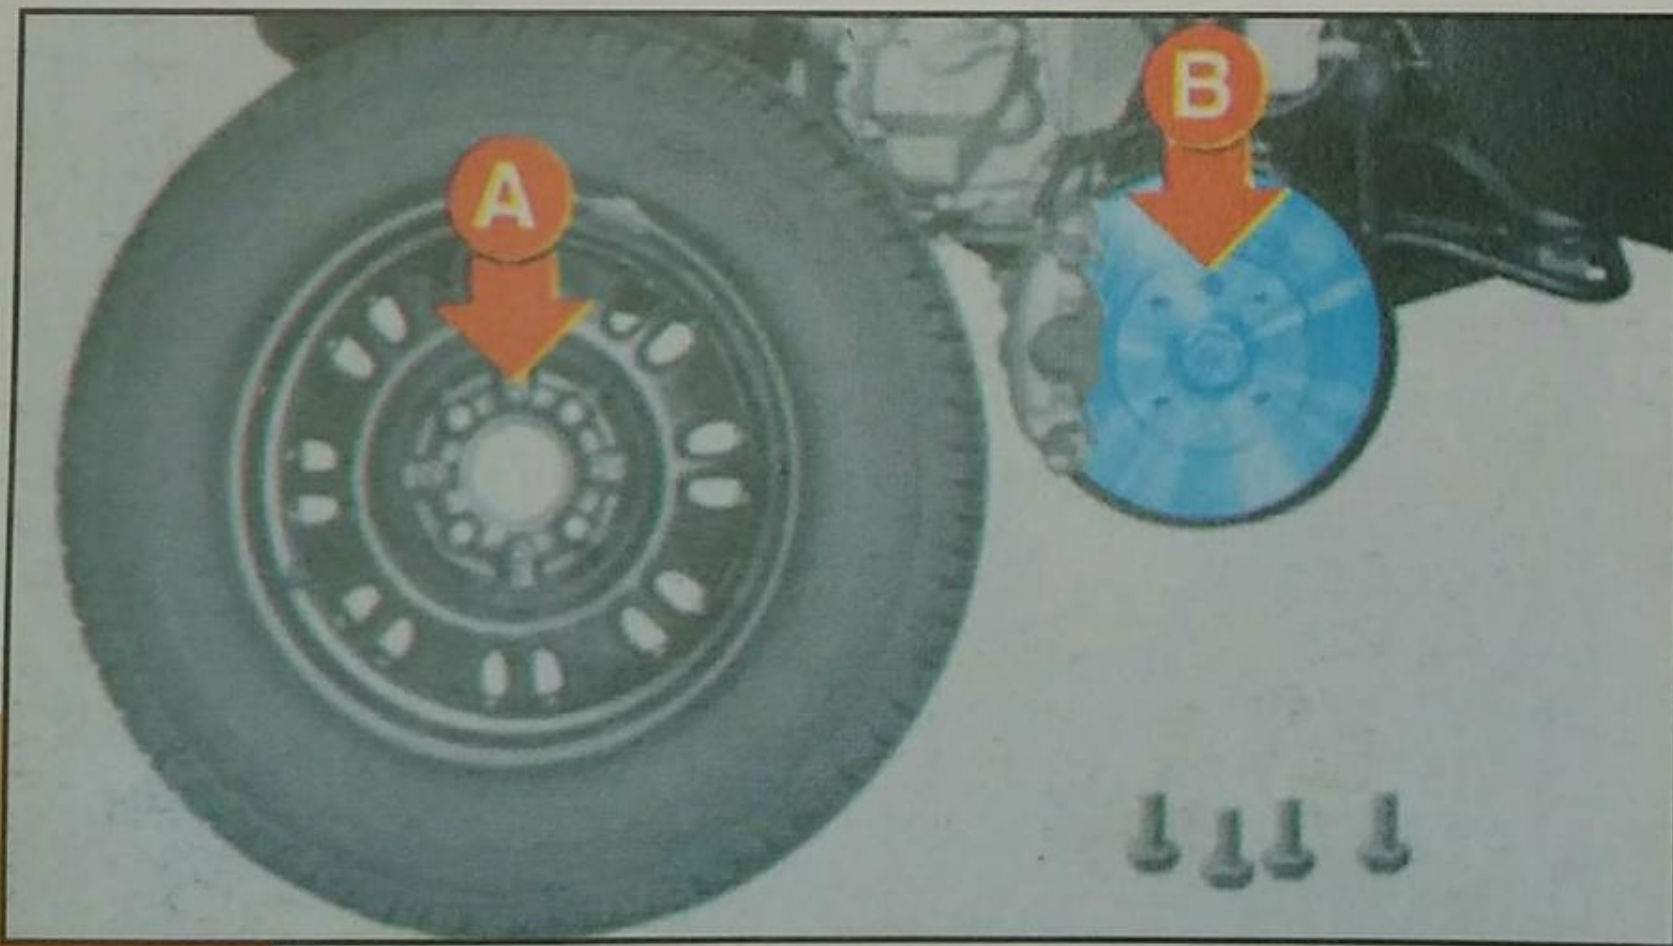

Fig. 5
7) Montar la rueda de repuesto, encajando los orificios **A**-fig. 5 con los respectivos pines **B**.